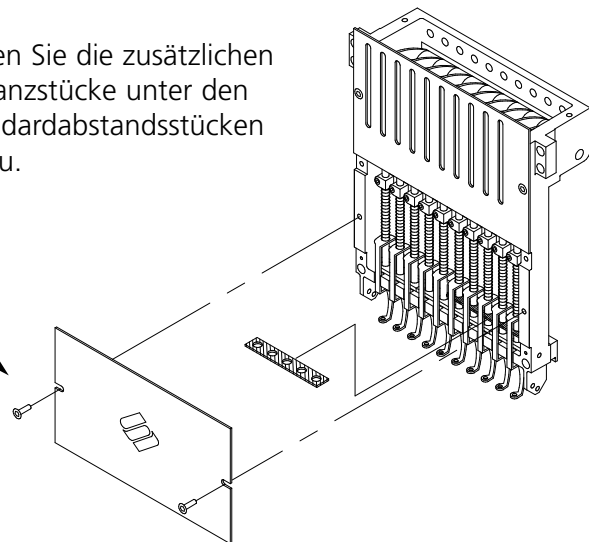

Abbildung 3-5
Erhöhte Stichplatten können die Stickqualität auf Kappen verbessern. Wenn Kappenrahmen angebracht werden, bleibt aufgrund der Rundung des Rahmens zwischen der Stichplatte und der Kappe ein Leerraum. Um diesen Leerraum wegzuschaffen und eine qualitativ hochwertige Stickerei zu erhalten, sollte eine qualifizierter Betreiber oder jemand vom Wartungspersonal die erhöhten Stichplatten wie nachfolgend beschrieben installieren. Siehe Abb. 3-5.
3. Schieben Sie das Standarddistanzstück mit einem flachen Schraubenzieher nach oben auf die Nähfußgreifervorrichtung (siehe Abb. 3-5).